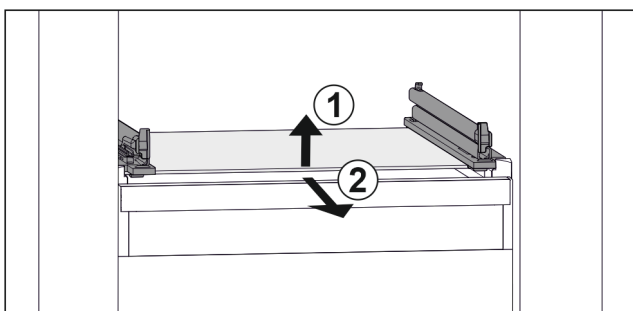

Fig. 78 Примерно изображение на стъклената плоча
- ▶ Повдигнете стъклената плоча отпред. Fig. 78 (1)
- ▶ Извадете стъклената плоча напред. Fig. 78 (2)